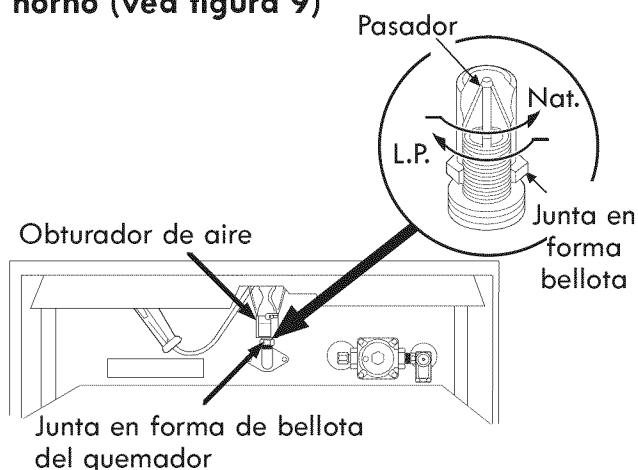

Figura 9
B. Ajuste del orificio del quemador del horno (vea figura 9)
Usando una llave de $\frac{1}{2}$ ", giro hacia abajo la junta en forma de bellota ajustable que inyecta gas al quemador del horno. Gire esta junta en forma de bellota hasta que ajuste contra el pasador medidor de LP. Esto será aproximadamente $2\frac{1}{2}$ vueltas. No lo apriete demasiado (vea figura 9).